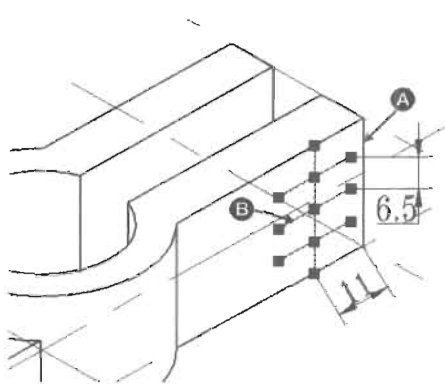

图 11-79
(16) 单击“修改”工具栏中的“复制”按钮, 再将如图 11-79 所示的直线 A 向左复制 11mm, 然后在复制直线的中心处绘制一条直线, 并将该直线向上下各复制 6.5mm, 如图 11-79 所示。